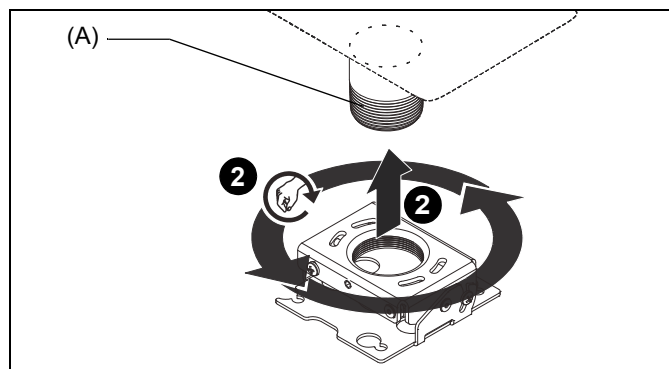

Figura 9
2. Alinhe o suporte do projetor com a extremidade do tubo fixo (A) de 3", e rosqueie o suporte do projetor para cima no tubo girando em sentido anti-horário até conseguir apertá-lo com a mão, com um mínimo de quatro roscas encaixadas. (Consulte a Figura 9)